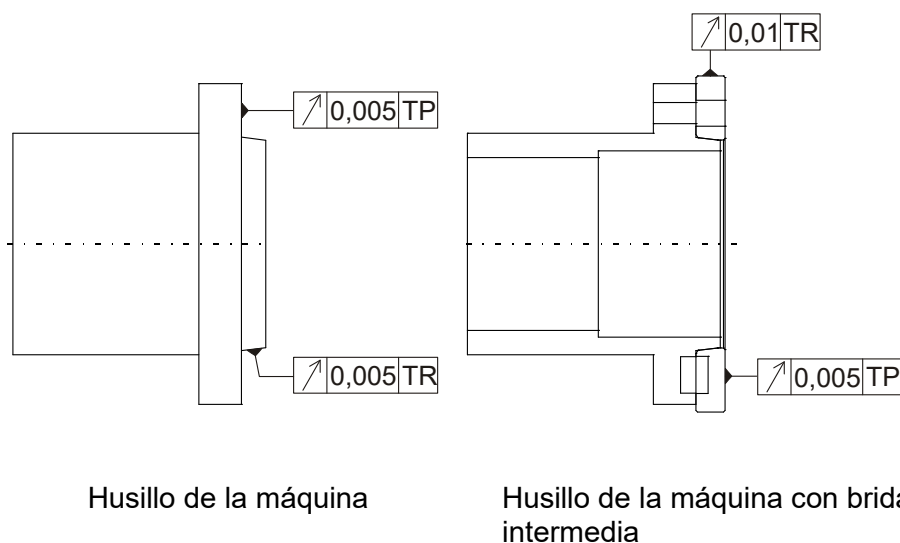

Fig. 3-2: Comprobación de la concentricidad y de la excentricidad axial
- Paso 2** Coloque la barra de tracción (2) en la posición más adelantada y, una vez que haya aplicado pasta de cobre para evitar que la rosca se agarrote por oxidación/por adherencia, enrosque el adaptador (3) en la barra de tracción.
- Paso 3** Fije la brida intermedia (4) al husillo (si el mandril no se atornilla directamente al husillo), y revise la concentricidad y la excentricidad axial con ayuda de la Fig. 3-2.
- Paso 4** Retire del mandril de sujeción el casquillo de obturación (1), para poder enroscar más adelante (v. paso 7) la tuerca ranurada (5).